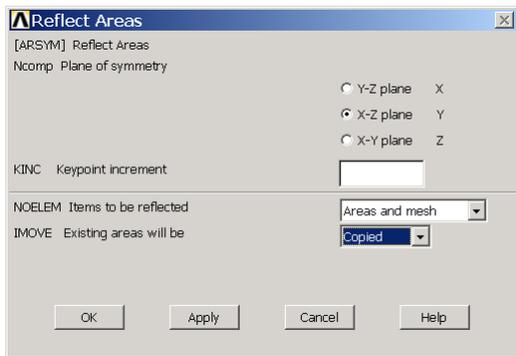

图3.82 面镜像设置
(1) 单击 **Main Menu>Preprocessor>Modeling>Reflect>Areas** 菜单，弹出图形拾取对话框，在图形视窗中选择所有的面，单击【OK】按钮确认。接着弹出如图 3.82 所示的设置对话框。